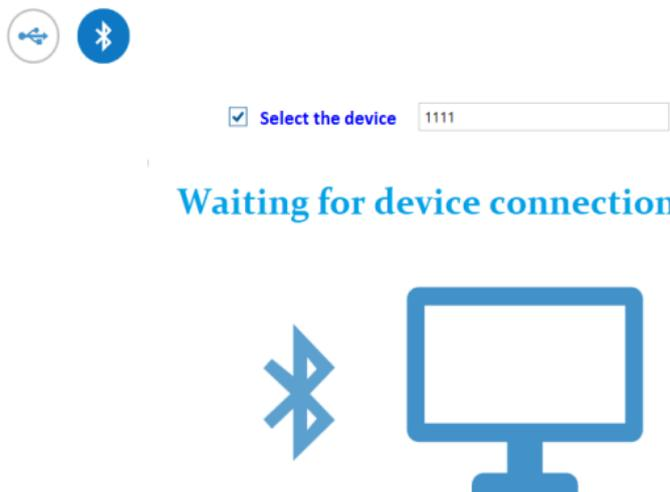

Figura 5 – Configurador ADM esperando la conexión del dispositivo
- 5) Si hay varios rastreadores activos al alcance del adaptador Bluetooth de la computadora personal, seleccione el indicador "Seleccionar dispositivo" e ingrese los últimos 4 dígitos de IMEI como se muestra en la Figura 5. Si solo hay un rastreador dentro del alcance del adaptador Bluetooth de la computadora personal es posible eliminar el indicador "Seleccionar dispositivo". En tal caso, se conectará un rastreador aleatorio de todos los detectados.